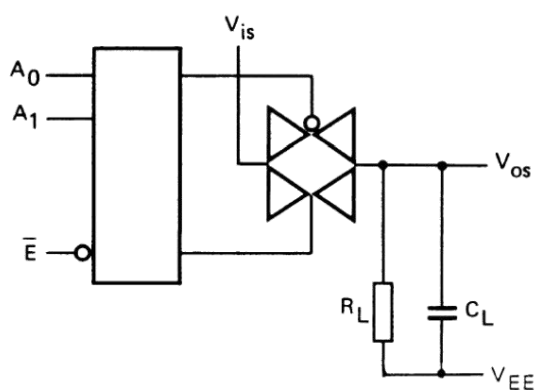

图 3
1. R_L=10KΩ到 V_{EE}; C_L=50pF 到 V_{EE}; E = V_{SS}; Vis=V_{DD} (方波); 如图 3 所示
2. R_L=10KΩ; C_L=50pF 到 V_{EE}; E = V_{SS}; An=V_{DD} (方波); 测量 t_{PLH} 时 Vis=V_{DD}, R_L 到 V_{EE}; 测量 t_{PHL} 时 Vis=V_{EE}, R_L 到 V_{DD}, 如图 3 所示
3. R_L=10KΩ; C_L=50pF 到 V_{EE}; E = V_{DD} (方波); 测量 t_{PHZ} 和 t_{PZH} 时, Vis=V_{DD}, R_L 到 V_{EE}; 测量 t_{PLZ} 和 t_{PZL} 时, Vis=V_{EE}, R_L 到 V_{DD}; 如图 3 所示
6. R_L=10KΩ到 V_{EE}; C_L=15pF 到 V_{EE}; E 或 An=V_{DD} (方波); 干扰是|Vos|(峰值); 如图 3 所示